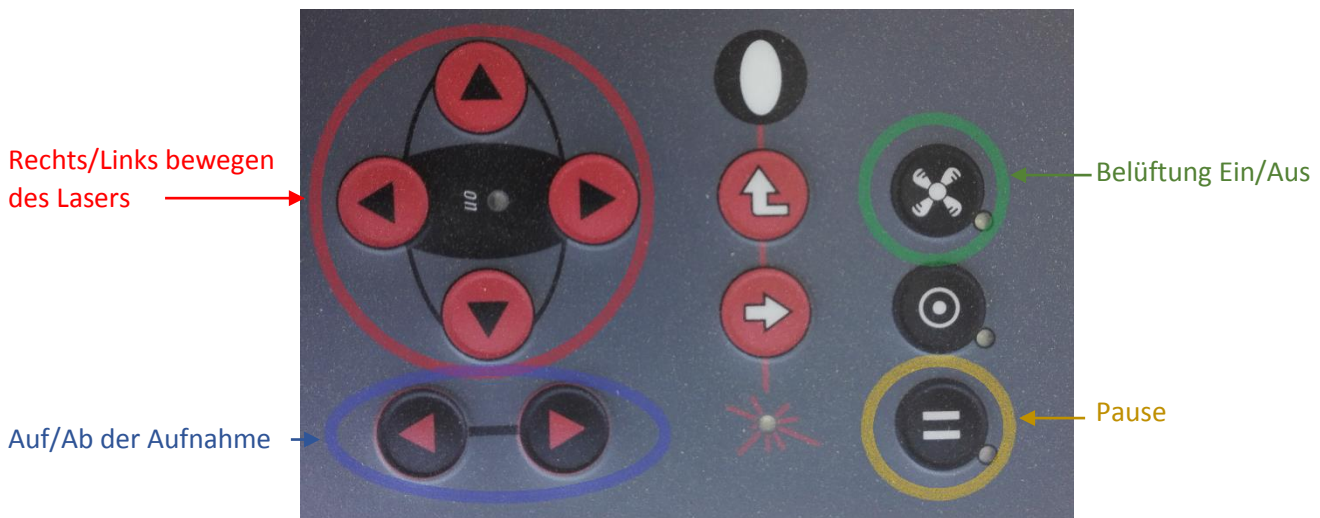

Abbildung 5: Bedienfeld des Lasercutters mit Erläuterungen der Buttons
9. Laser über das Bedienfeld manuell auf gewünschte Position auf dem Werkstück navigieren, wo das Objekt ausgeschnitten/graviert werden soll. Die Navigation mit dem Bedienfeld sowie seine Zusatzfunktionen werden in Abbildung 5 erläutert. **In Rot gekennzeichnete Buttons steuern den Laser in der Ebene.** Die blauen Elemente steuern die Höhe der Werkstückaufnahme. Mit dem grünen Button kann die Belüftung ein-/ausgeschaltet werden. Der orange Button ermöglicht das Pausieren des laufenden Arbeitsvorganges.
10. Im Programm Jobcontrol: Vorlage aus dem Drop-Down Menü an die gewünschte Position in der virtuellen Arbeitsfläche ziehen. **Die Position des Lasers wird mit einem Fadenkreuz (Abbildung 5 rot markiert) auf der Arbeitsfläche dargestellt.** Nun Material sowie Materialstärke des Rohlings auswählen (in Abbildung 5 grün markiert). Den Arbeitsvorgang mit dem blau markierten Button starten.